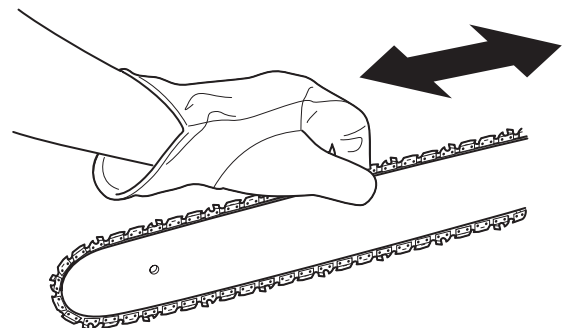

Fig. 28
4. Mantenga arriba la punta de la barra guía y mueva la cadena de la sierra hacia atrás y hacia adelante a lo largo de la barra guía (Fig. 28). Compruebe que la cadena de la sierra se mueva libremente y está en el engrane apropiado con la rueda dentada. Si la cadena de la sierra no se mueve con facilidad, gire lentamente el tornillo tensor de la cadena en el sentido contrario a las agujas del reloj para aflojar la cadena de la sierra.